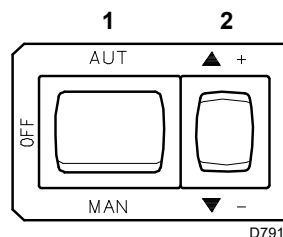
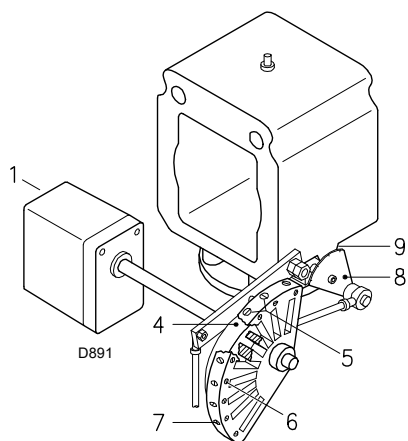
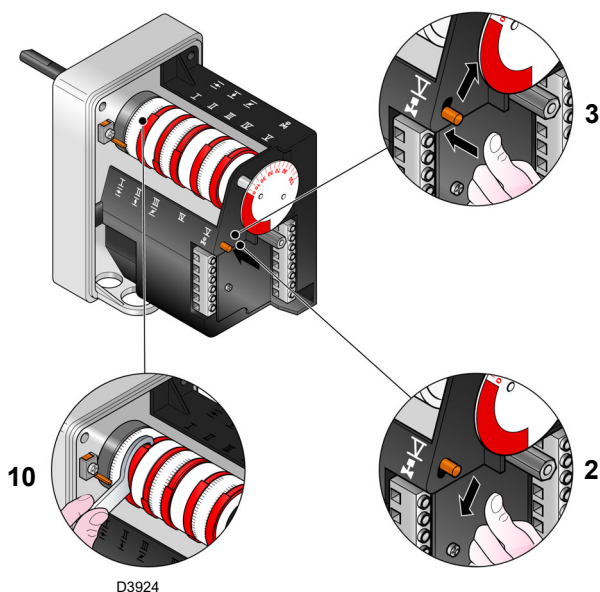
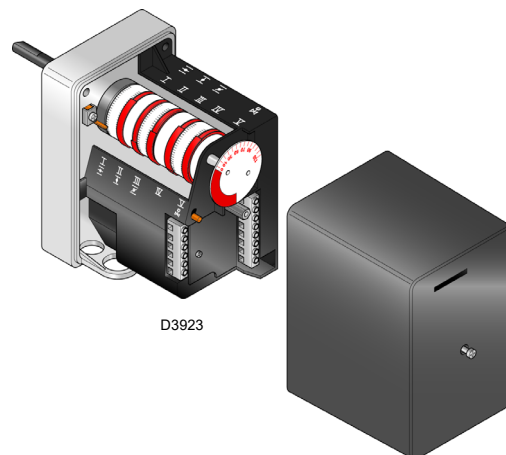

Рис. 31
Рис. 32
Рис. 33
Рис. 34
Подключить электропитание горелки через выключатель нагрузки на щите котла. Замкните термостаты/реле давления и установите выключатель 1)(Рис. 31) в положение «РУЧ.».
Воздух регулируется путем изменения угла кулачка III)(Рис. 34, на стр. 27) и с помощью переключателя 2)(Рис. 31). Информацию о регулировке кулачка сервопривода см. на Рис. 33.
Из предыдущего описания вытекает, что был выполнен розжиг горелки и она работает на минимальной мощности. Нажмите на кнопку 2)(Рис. 31) увеличения мощности и удерживайте ее нажатой до тех пор, пока сервопривод не откроет воздушную заслонку и дроссельный газовый клапан.
Воздух регулируется путем изменения угла кулачка I (Рис. 34, на стр. 27 и с помощью переключателя 2) (Рис. 31, на стр. 25). Информацию о регулировке кулачка сервопривода см. на Рис. 33.
Обозначения (Рис. 32)
МИНИМАЛЬНАЯ мощность выбирается из рабочего диапазона, указанного на Рис. 2, на стр. 8. Нажмите на кнопку 2) (Рис. 31, на стр. 25) уменьшения мощности и удерживайте ее нажатой до тех пор, пока сервопривод (Рис. 33) не установится на заводскую настройку.
Постепенно измените начальный профиль механического кулачка 4) (Рис. 32) винтами 5) (Рис. 32).
С помощью винтов 5) механического кулачка (Рис. 32) доведите мощность до 800 кВт и проверьте выбросы.
Газ регулируется путем изменения угла кулачка III) сервопривода (Рис. 34, на стр. 27) и с помощью переключателя 2) (Рис. 31, на стр. 25). Информацию о регулировке кулачка сервопривода см. на Рис. 33.
Возможности регулировки кулачка III см. на Рис. 33.
После настройки максимальной и минимальной мощности горелки отрегулируйте газ в нескольких промежуточных положениях сервопривода. Переход к следующему положению достигается путем удерживания кнопки 2) на знаке (+) или (-) (Рис. 31, на стр. 25). Слегка нажмите на кнопку 2) (Рис. 31, на стр. 25) увеличения мощности, чтобы сервопривод повернулся примерно на 20°, см. градуированный указатель сервопривода Рис. 33 и градуированный воздушной заслонки 5) (Рис. 32 на стр. 26). Заверните или отверните винт 5) выбранного механического кулачка (Рис. 32, на стр. 26) для увеличения или уменьшения расхода газа, чтобы подогнать его под соответствующий расход воздуха и получить оптимальное горение.
Выключите горелку при помощи выключателя 1) (Рис. 31), установив его в положение «ВЫКЛ», а затем отцепите механический кулачок I) (Рис. 34), чтобы отделить шестеренки от сервопривода, нажимая и смещая вниз кнопку 3) (Рис. 33, на стр. 26). Вручную перемещая механический кулачок I) (Рис. 33, на стр. 26) вперед и назад, несколько раз проверьте, чтобы его движение было плавным без заедания.
Снова соедините механический кулачок 5) с (Рис. 32 на стр. 26) сервоприводом, перемещая вверх кнопку 3) (Рис. 33).
- 6s:** Запуск сервопривода: вращение вправо на 130°, то есть до срабатывания контакта на кулачке I (Рис. 34, на стр. 27). Воздушная заслонка устанавливается в положение максимальной мощности.
- 80s:** Сервопривод вращается влево на угол, установленный на кулачке III (Рис. 34, на стр. 27) для минимальной мощности.
- 112s:** Воздушная заслонка и дроссельный газовый клапан устанавливаются в положение минимальной мощности (с кулачком III) (Рис. 34, на стр. 27) на 30°.